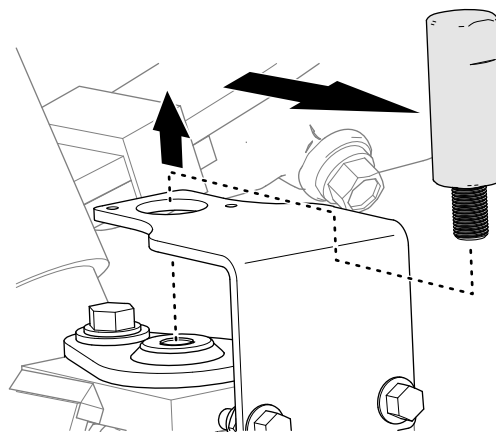

Figura 16
- Retire la herramienta de alineación (Figura 16).